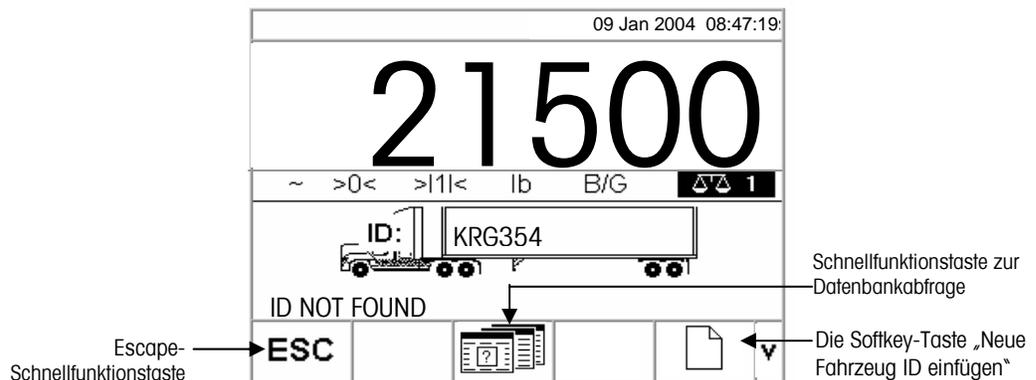

Abbildung 2-8: Standardgewichtsbildschirm
Wenn die Fahrzeug-ID nicht gefunden wird, erscheint auf der Anzeige ID NOT FOUND (ID NICHT GEFUNDEN) (siehe Abbildung 2-8).
- **Escape** – Drücken Sie die ESCAPE-Schnellfunktionstaste (siehe Abbildung 2-8), um zum Hauptstandardgewichtsbildschirm zurückzukehren.
- **Suche nach der Fahrzeug-ID** – Drücken Sie die Schnellfunktionstaste DATENBANKABFRAGE (siehe Abbildung 2-8), um nach der Fahrzeug-ID in der Fahrzeug-ID-Tabelle zu suchen. Wenn die richtige ID gefunden wurde, fahren Sie mit dem Prozess „Abfahrend“ fort (siehe den Prozess „Abfahrend“).
- **Neue Fahrzeug-ID einfügen**—Die Softkey-Taste „Neue Fahrzeug-ID einfügen“ drücken (Abb. 2-8), um eine neue ID in die ID-Tabelle einzugeben (siehe den Abschnitt „Neue Fahrzeug-ID“)
- **Escape** – Drücken Sie die Schnellfunktionstaste ESCAPE (siehe Abb. 2-8), um zum Hauptstandardgewichtsbildschirm zurückzukehren.
- **Suche nach der Index-ID – Drücken Sie die** Schnellfunktionstaste DATENBANKABFRAGE (siehe Abb. 2-8), um nach der Index-ID zu suchen. Wenn die richtige ID gefunden wurde, fahren Sie mit dem Prozess „Abfahrend“ fort (siehe den Prozess „Abfahrend“).